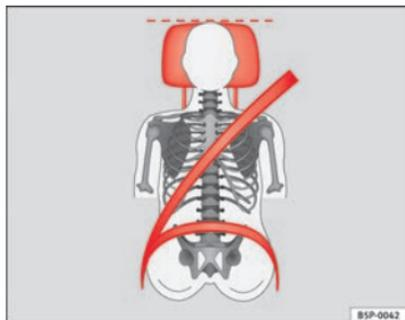
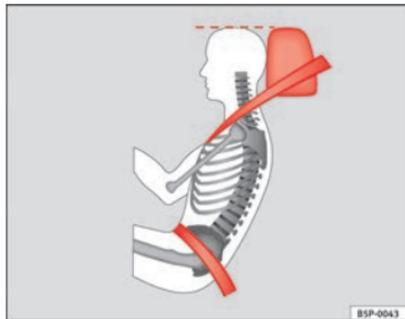

Fig. 3 Encosto de cabeça correctamente regulado visto de frente
Fig. 4 Encosto de cabeça correctamente regulado visto de lado
- Ajuste o encosto de cabeça de forma a que o rebordo superior fique, na medida do possível, alinhado com a parte superior da cabeça, no mínimo à altura dos olhos. ⇒ Fig. 3 e ⇒ Fig. 4.